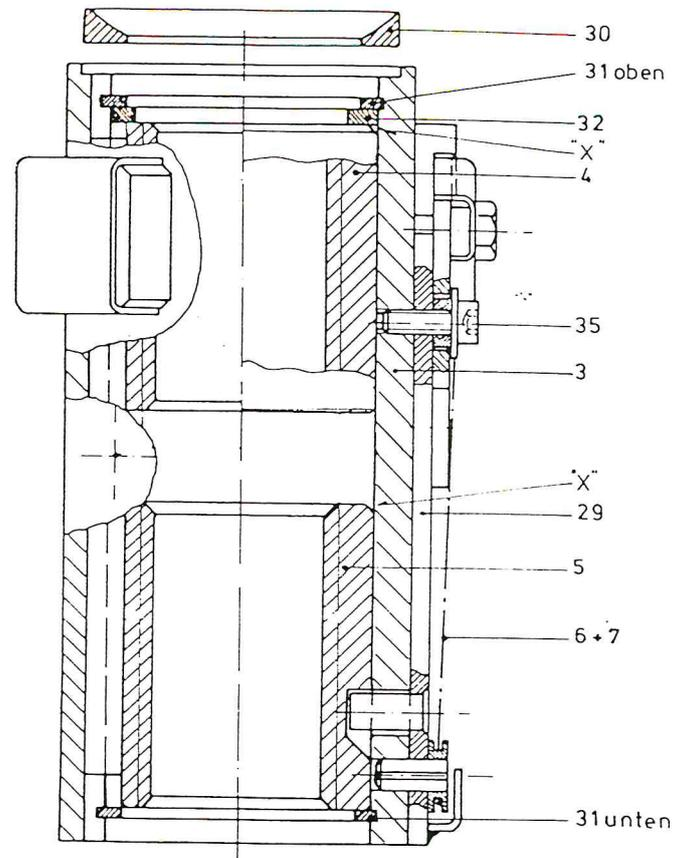

Abb. 4
8.4 Ausbau der Trag- und Sicherheitsmutter (Abb. 4)